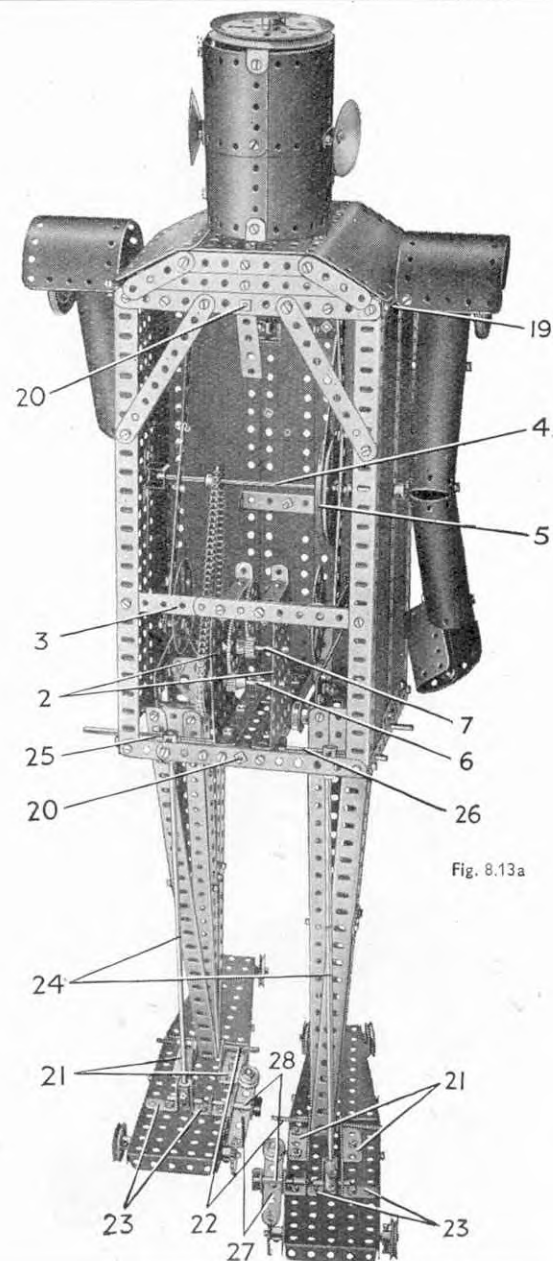
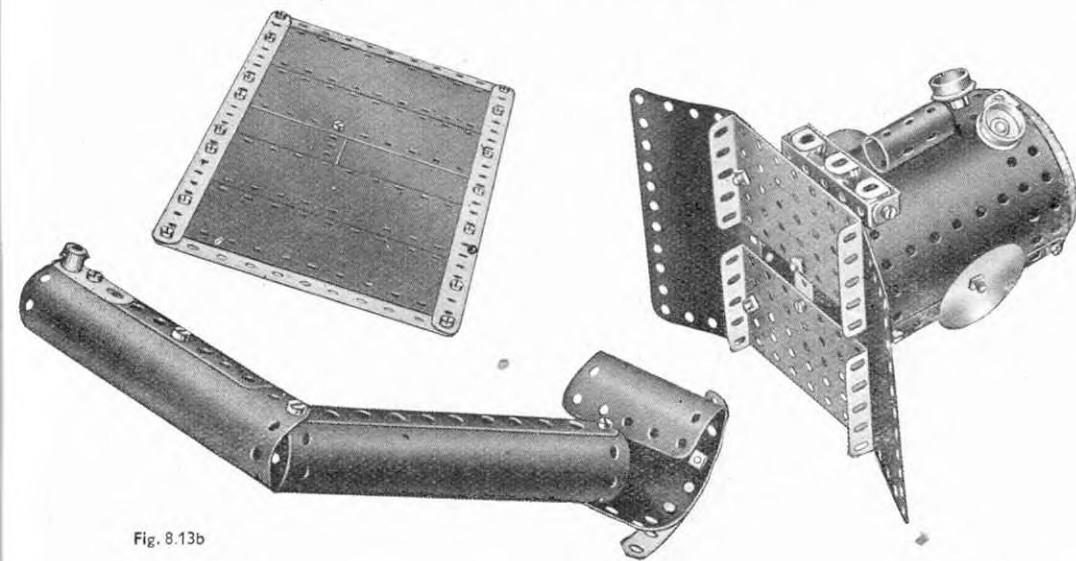

Fig. 8.13a
Fig. 8.13b
Les extrémités inférieures des jambes sont munies de tiges filetées de 75 mm. 22 sur lesquelles pivotent les pieds. Ceux-ci sont constitués par une plaque à rebords de 14×6 et par une plaque secteur à rebords reliées par des bandes de 11 trous. Les embases triangulées coudées 21 boulonnées aux plaques à rebords relient les pieds aux jambes, et, derrière elles, sont fixées des équerres de 25×25 (23). Dans ces équerres passent des tringles de 2.5 cm. auxquelles sont fixés des accouplements pour tringles reliés par des tringles de 29 cm. (24) à d'autres accouplements passés sur les tringles 25 et 26 (Fig. 8.13a). Les tringles 24, qui doivent être très soigneusement réglées servent à maintenir le corps du robot vertical pendant la marche. Si le modèle tend à tomber en avant, il faut raccourcir les tringles en les passant davantage dans les accouplements; dans le cas contraire, il faut allonger les tringles en les sortant des accouplements.
On peut maintenant passer à l'assemblage des bras. Ils sont constitués par trois plaques flexibles de 14×6, et une de 11.5×6 incurvées en U et boulonnées ensemble comme le montre la fig. 8.13b. Les mains sont des plaques cintrées de 43 mm. de rayon, et des plaques cintrées en U. Les bras de manivelle sont boulonnés aux extrémités supérieures des bras, et sont fixés dans les tringles 16 et 17; une roue d'auto est fixée à l'extrémité de chaque tringle.
Les bandes coudées de 60×12 19 sont boulonnées aux cornières de 11 trous mentionnées plus haut, et les plaques flexibles de 11.5×6 sont boulonnées entre leurs rebords dirigés vers le haut. Le dos du corps est fermé par le panneau montré sur la Fig. 8.13b. Ce panneau s'adapte sur le dos, et passe dans les boulons 20 (Fig. 8.13a), dont les écrous sont alors serrés pour le tenir en place.